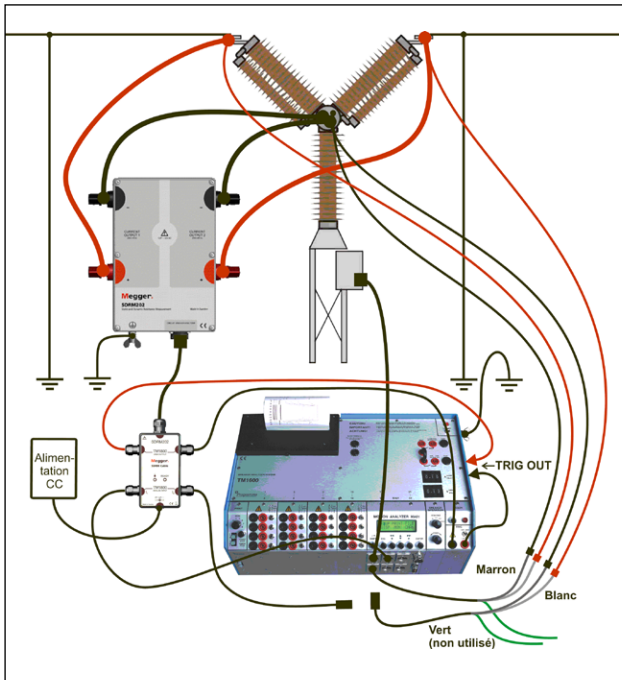

Fig. 7.2.1 Exemple de branchement. La figure montre le branchement avec SDRM202. Le SDRM201 est branché de la même manière mais avec un seul canal.
- 1] Raccordez le SDRM201/202 au disjoncteur, voir exemple de la figure 7.2.1.